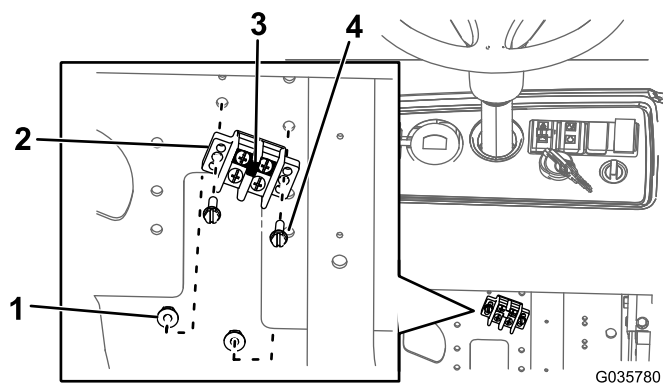

Figura 13
- A. Installate il cavallotto sulla morsettiera di messa a terra (Figura 13).
- B. Installate la morsettiera di messa a terra sulla piastra di montaggio utilizzando 2 bulloni (n. 10 x 3/4 poll.) e 2 dadi (n. 10) come mostrato nella Figura 13.